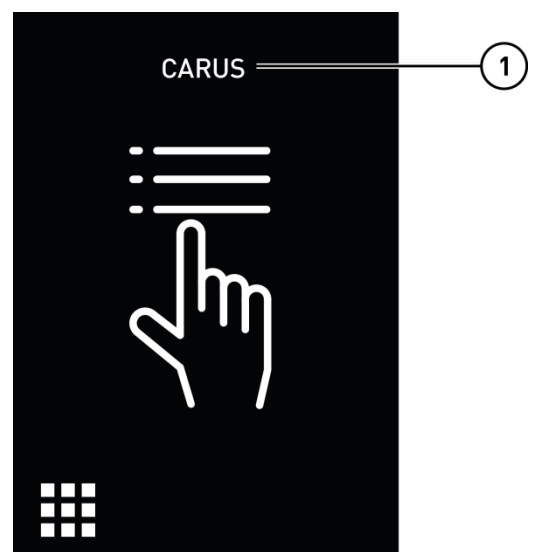

Abb. 30: Home-Bildschirm
Im Menü *Anpassungen* können Sie das CARUS-Logo auf dem Startbildschirm durch einen individuellen Schriftzug (1) ersetzen (Abb. 30).